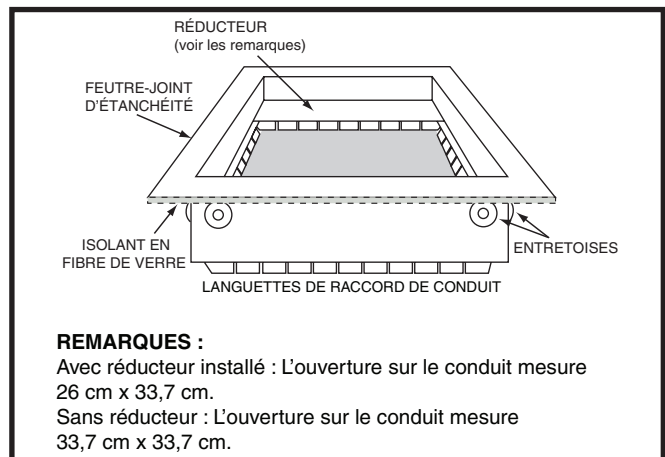

Figure 8. Raccord de conduit
- Cette fournaise est certifiée pour une utilisation sur un plancher ou des supports en bois, mais ne doit pas être installée directement sur du tapis, des carreaux ou tout autre matériau combustible autre qu'un plancher de bois. **REMARQUE :** La fournaise peut être installée sur un plancher combustible avec des raccords de conduits (Figure 8). Cet accessoire fourni par l'usine doit être installé dans la cavité du plancher et fixé au conduit d'alimentation d'air avant l'installation de la fournaise à flux descendant.